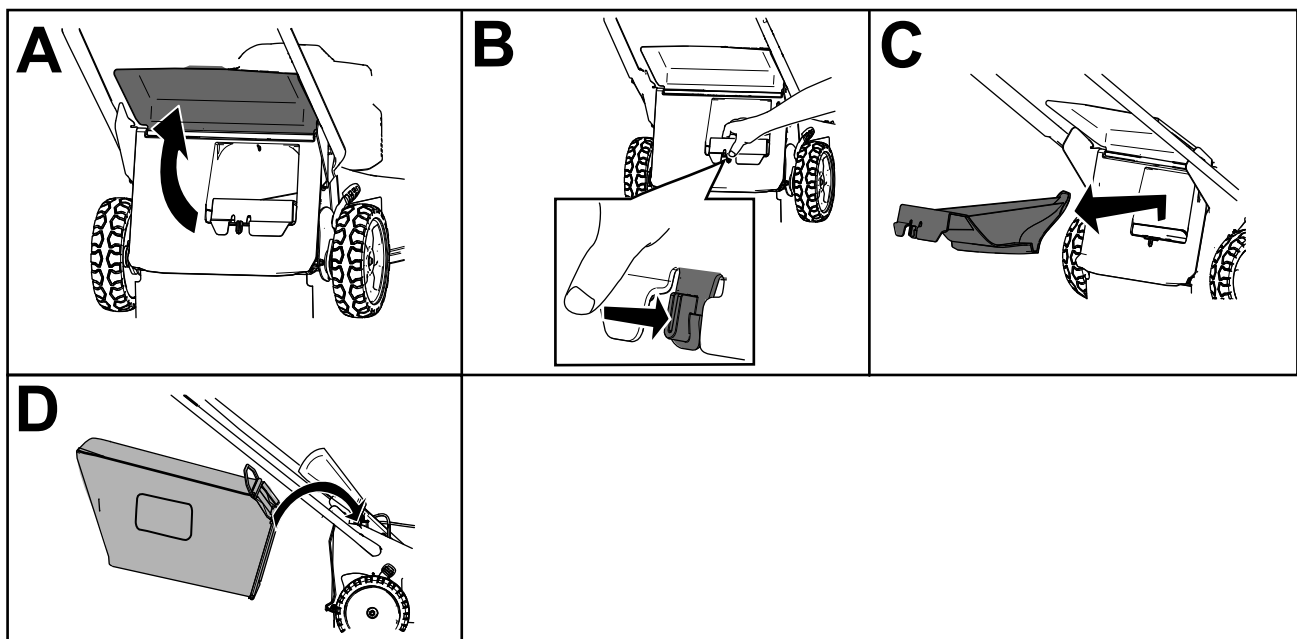

Figura 16
2. Levante y sujete el deflector trasero (Figura 16, A).
3. Retire el tapón de descarga trasera presionando el enganche hacia dentro con el dedo pulgar y extrayendo el tapón de la máquina (Figura 16, B y C).
4. Inserte los extremos de la varilla del recogedor en las muescas de la base del manillar, y mueva el recogedor hacia adelante y hacia atrás para verificar que los extremos de la varilla están asentados en el fondo de cada muesca (Figura 16, D).